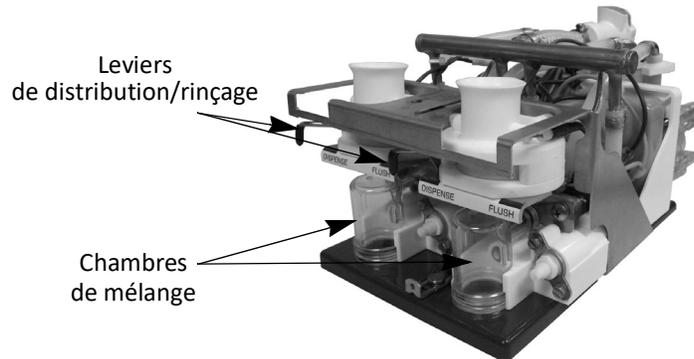

Figure 15. Plateforme avec leviers de distribution et de rinçage
1. Placez tous les leviers de distribution et de rinçage (situés sur la plateforme de l'armoire réfrigérée) en position de **rinçage**. Placez un gobelet vide sur le plateau d'égouttement sous chaque buse de distribution (Figure 15).